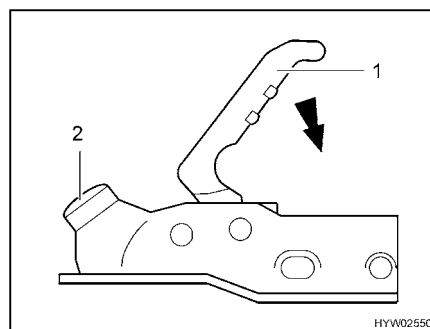

Fig. 2 Gancio di traino AK 300/160
- Applicare il gancio di traino aperto (Fig. 2) sul gancio a sfera della motrice. Il gancio di traino si innesta autonomamente facendo sentire uno scatto. La maniglia ritorna automaticamente nella posizione iniziale.
- Quindi premere verso il basso la maniglia del gancio (Fig. 2,1) con la mano (non con il piede). La chiusura e il bloccaggio sono automatici.
- Eseguire un controllo a vista: Il cilindro verde dell'indicazione di sicurezza (Fig. 2,2) deve essere ben visibile.